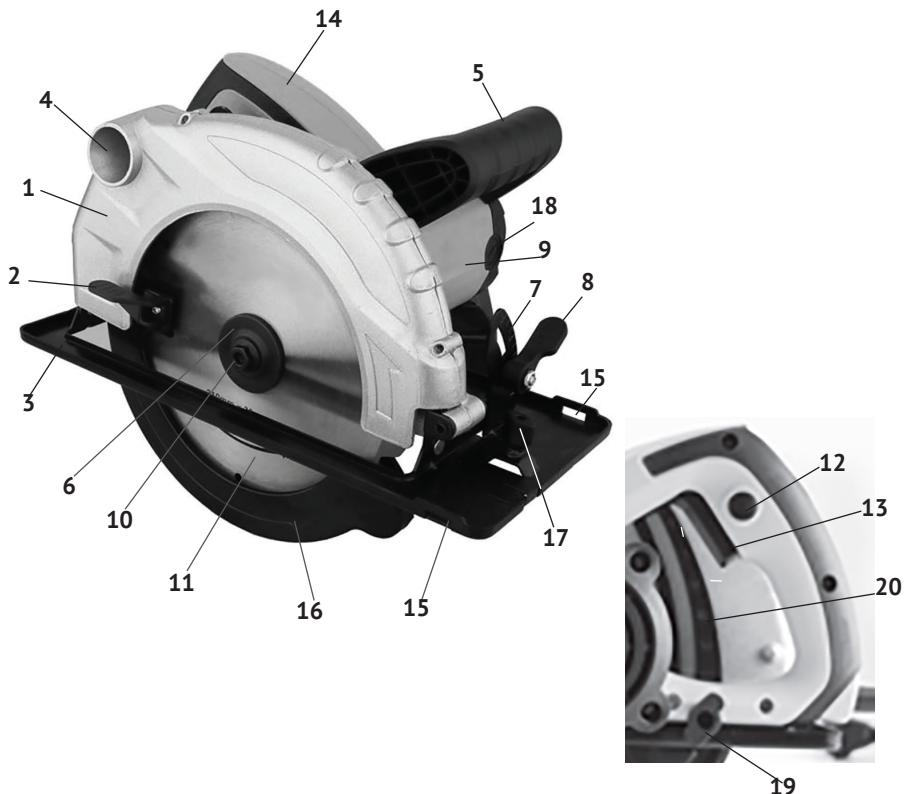
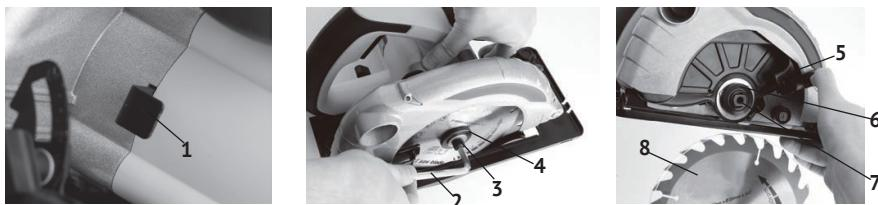

рис. 1
рис.2
1.6 Общий вид пилы представлен на рис.1
1.7 Пила состоит из коллекторного двигателя в пластиковом корпусе (рис.1 поз.9) с закреплёнными на нём рукоятками (рис.1 поз.5 и 14) и металлического редуктора, скреплённого с двумя частями неподвижного кожуха (рис.1 поз.1). Крутящий момент с якоря электродвигателя, через шестерню, передаётся на шпиндель, соосный с электродвигателем. На шпиндель пилы, между опорным и зажимным (рис.1 поз.6) фланцами крепится пильный диск (рис.1 поз.11). Это основной рабочий инструмент пилы.
1.8 Клавиша выключателя (рис.1 поз.13) расположена в нижней части рукоятки (рис.1 поз.14). Во избежание самопроизвольного включения инструмента, выключатель снабжён блокировкой клавиши (кнопка блокировки, рис.1 поз.12, расположена на левой части рукоятки). Включение пилы осуществляется нажатием на клавишу выключателя (рис.1 поз.13) указательным пальцем после нажатия и удержания кнопки блокировки большим пальцем. Пила отключается при отпускании клавиши выключателя, при этом кнопка блокировки (со щелчком) возвращается в исходное положение - заблокировано.
2.2.1 Закрепить на шпиндель пильный диск, соответствующий обрабатываемому материалу. Для установки (замены) диска необходимо (см. рис.2):
- зафиксировать шпиндель (рис.2 поз.7), нажав на рычаг стопора (рис.2 поз.1);
- открутить ключом (рис.2 поз.2) винт крепления диска (рис.2 поз.3), снять зажимной фланец (рис.2 поз.4);
- переместить вверх за рычаг (рис.2 поз.5) нижний подвижный кожух (рис.1 поз.16), снять пильный диск (при замене);
- очистить опорный (рис.2 поз.6) и зажимной фланцы;
- установить на шпиндель (рис.2 поз.7) пильный диск (рис.2 поз.8);
- ослабить винт (рис.1 поз.19) фиксации глубины пропила;
- установить опорную плоскость направляющей плиты (рис.1 поз.3) на распиляемую заготовку;
- ослабить рычаг (рис.1 поз.8) фиксации угла наклона режущего блока;
- подняв за рукоятку двигатель с диском, выставить по шкале кронштейна (рис.1 поз.7) необходимый угол пиления;
**Внимание!** При пиления под наклоном, значение глубины пропила, установленное по шкале (рис.1 поз.20), не совпадает с истинным значением. Глубина пропила в данном случае равна перпендикуляру от вершины пильного зуба к плоскости направляющей плиты.
- ослабить винт (рис.1 поз.17) фиксации параллельного упора;
- вставить в отверстия (рис.1 поз.15) и пазы направляющей плиты (справа или слева от пильного диска) линейку упора;
- зафиксировать винтом (рис.1 поз.17) установленный упор.
**Внимание!** Не фиксируйте нижний подвижный кожух (рис.1 поз.16) в открытом положении. Это может привести к заклиниванию диска, а также к травмам и повреждениям. Кожух будет автоматически сдвигаться при подаче заготовки.
- открутить крышки щёткодержателей (рис.1 поз.18);